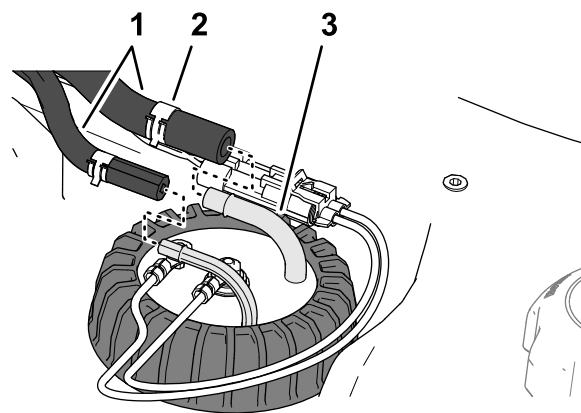

図 89
4. 燃料センダの機体内側にあるフィッティングにホースを固定しているクランプを外してフィッティングからホースを取り外す 図 89。